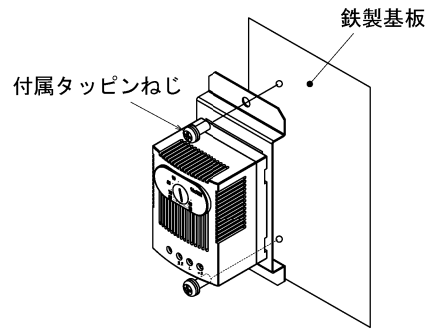

図2
- ②付属タッピンねじにて締付け、固定してください。(図2)